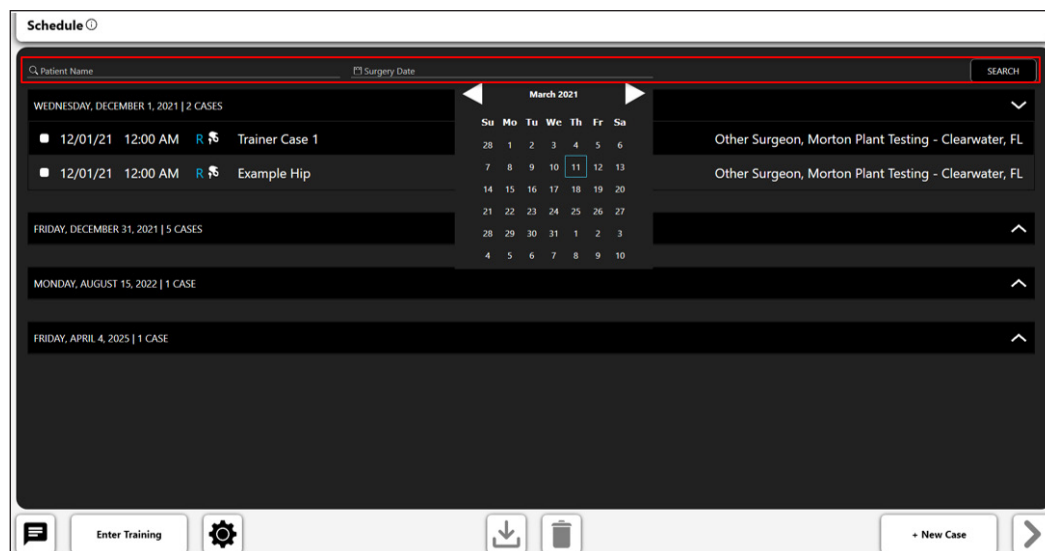

Figure 11: Écran Calendrier - Détails de recherche
- Le bouton Search est utilisé pour rechercher par nom de patient ou par date (Figure 11).